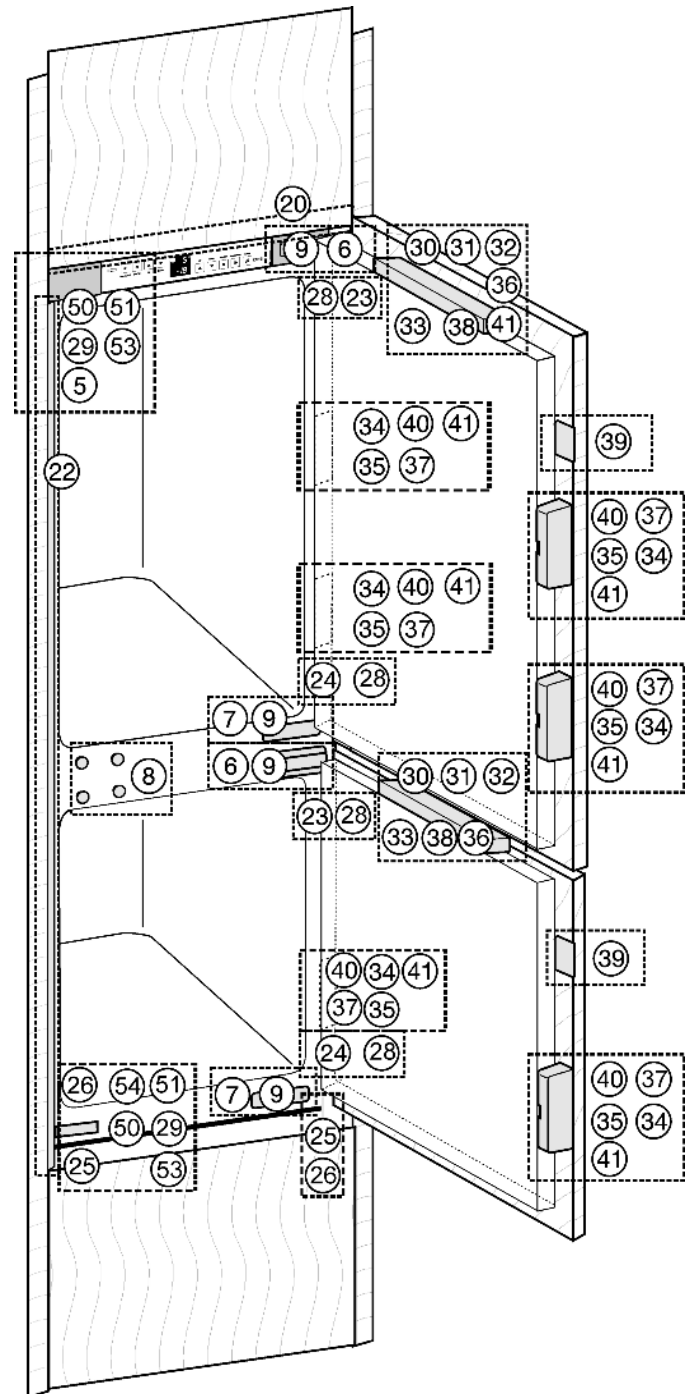
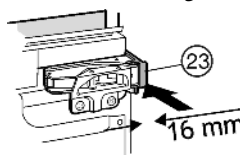
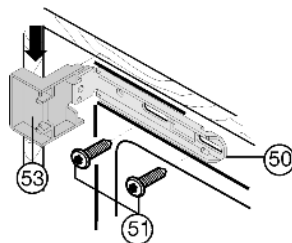
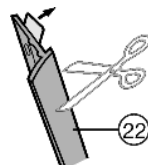

Fig. 8
Fig. 12
Fig. 13
Fig. 14
- ▶ Снимите крышки Fig. 8 (5,6,7).
- ▶ Защелкните распорный элемент *Fig. 12 (23)* на верхнем и распорный элемент *Fig. 8 (24)* на нижнем шарнире.
- ▶ Наденьте верхнюю и нижнюю крышку *Fig. 13 (53)* на крепежный уголок *Fig. 13 (50)*.
- ▶ Закрепите крепежный уголок *Fig. 13 (50)* вверху и внизу винтами *Fig. 13 (51)* так, чтобы уголок можно было немного двигать влево и вправо.
- ▶ Снимите защитную пленку с декоративной планки *Fig. 14 (22)*. Прикрепите декоративную планку *Fig. 14 (22)* со стороны ручки заподлицо с лицевой стороной к выступу крышки *Fig. 13 (53)* и наклейте на боковую стенку устройства.
- ▶ При необходимости укоротите декоративную планку *Fig. 14 (22)* внизу: Декоративная планка *Fig. 14 (22)* должна заканчиваться на 3 мм выше верхней кромки нижнего крепежного уголка *Fig. 8 (50)*.
- ▶ Вдвигайте устройство до тех пор, пока крышки *Fig. 13 (53)* не будут упираться *Fig. 13* в боковую стенку предмета мебели.
- ▶ Учитывайте конструктивный размер (глубину упорных элементов дверей). Выдвиньте шарниры и крышки *Fig. 13 (53)* на расстояние, соответствующее этому конструктивному размеру.
- ▶ Выставьте устройство прямо, регулируя опоры *Fig. 8 (25)* при помощи прилагаемого вилочного ключа *Fig. 8 (26)*.